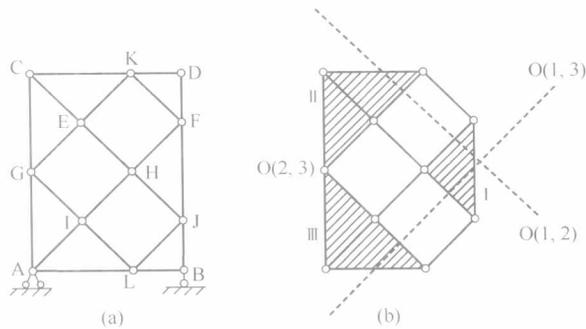

图 1.3-4
**【例 1-6】** 请对图 1.3-4(a)所示体系进行几何构造分析。(10 分，华中科技大学，2004)
**解析：**体系与大地仅通过一个固定铰支座 A 和一个不过该铰的支座链杆 B 相连，因此，可以先去除大地，仅考虑上部体系的几何构造特性。K—D—F 和 J—B—L 为二元体，亦可去除，则体系可简化为图 1.3-4(b)中的杆件体系。选取 C—G—E—K、A—L—I—G 和 H—J—F 为刚片，体系满足三刚片规则，为无多余约束的几何不变体系，原体系几何构造性质亦然。